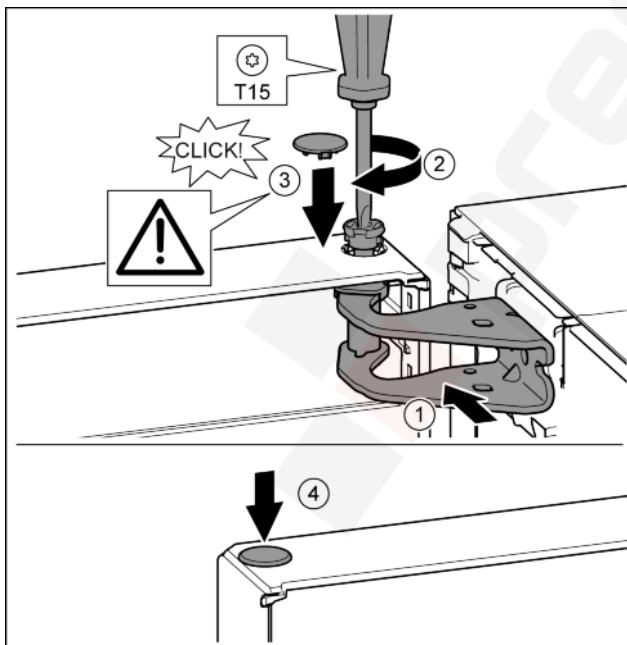

Fig. 20
- ▶ Fent igazítsa a csapágycsuklósághoz az ajtót. Fig. 20 (1)
- ▶ Helyezze be a csapot, és a T15 csavarhúzóval húzza meg. Fig. 20 (2)
- ▶ Az ajtó biztosítása érdekében szerelje fel a biztonsági fedelet: Helyezze fel a biztonsági fedelet, és ellenőrizze, hogy felfekszik-e az ajtóra. Egyébként a csapszeget teljesen helyezze be. Fig. 20 (3)
- ▶ Helyezze be a dugót. Fig. 20 (4)